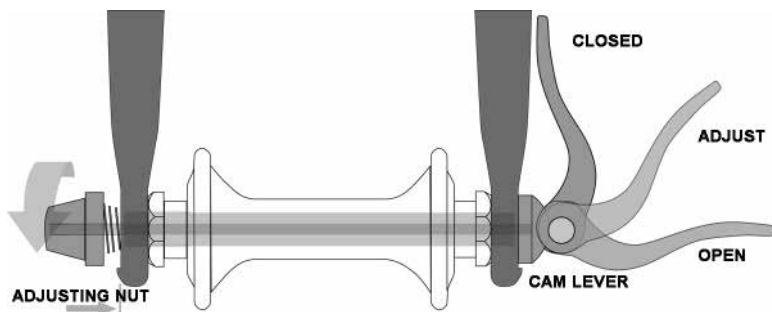
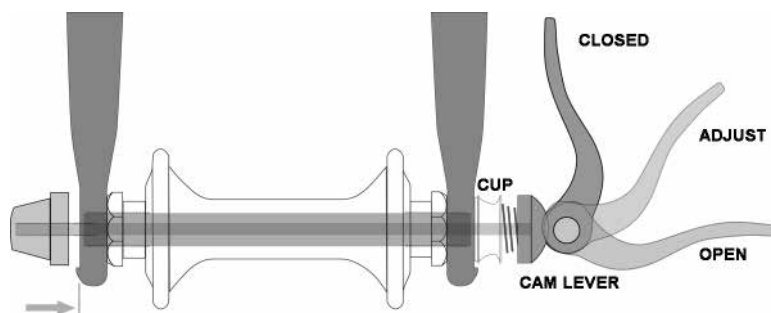

fig. 16
fig. 17
1. Un axe creux traversé par un arbre (« de serrage »), lequel axe comporte un écrou de tension réglable à une extrémité et une came décentrée à l'autre (fig. 16, 17)
Il existe actuellement deux types de mécanismes de rétention de roues à came décentrée : la came décentrée traditionnelle (fig. 16) et le système à came et coupelle (fig. 17). Tous deux se servent du mouvement de la came décentrée pour serrer la roue du vélo en place.
Réglage du Mécanisme à Came et Coupelle (fig. 17)
(1) Si votre vélo est équipé d'un dispositif de rétention de roue avant à action de came, déplacez le levier de came de la position verrouillée ou FERMÉE à la position OUVÈTE (fig. 16, 17). Si votre vélo est équipé d'un système de rétention de roue avant à boulon traversant ou boulonné, desserrez l'attache ou les attaches de quelques tours dans le sens antihoraire à l'aide d'une clé appropriée, d'une clé de verrouillage ou du levier intégré.
(2) Si votre fourche avant est équipée d'un dispositif secondaire de rétention de type clipsable, dégagez-le. Si votre fourche avant est équipée d'un dispositif secondaire de rétention intégré et d'un système à action de came traditionnel (fig. 16), desserrez l'écrou de réglage de tension suffisamment pour pouvoir retirer la roue des pattes. Si votre roue avant utilise un système à came et coupelle, (fig. 17) serrez la coupelle et le levier de came ensemble tout en retirant la roue. Il n'est pas nécessaire de faire tourner une pièce quelconque avec le système à came et coupelle.
(1) Si votre vélo est équipé d'un système de rétention de roue avant à action de came, déplacez le levier de came de manière à ce qu'il s'éloigne de la roue (fig. 17). C'est la position OUVÈTE. Si votre vélo est équipé d'un système de rétention de roue avant à boulon traversant ou boulonné, passez à l'étape suivante.
(2) La fourche de direction étant orientée vers l'avant, insérez la roue entre les fourreaux de fourche de manière à ce que l'essieu repose fermement sur le haut des pattes de la fourche. Le levier de came, s'il y en a un, doit se trouver sur le côté gauche du vélo (fig. 16, 17). Si votre vélo est équipé d'un dispositif secondaire de rétention de type clipsable, activez-le.
(3) Si vous disposez d'un mécanisme d'actionnement à came traditionnel : en maintenant le levier de came en position RÉGLAGE de la main droite, serrez l'écrou de réglage de tension de la main gauche jusqu'à ce qu'il soit serré contre la patte de la fourche (fig. 16). Si vous avez un système à came et coupelle : l'écrou et la coupelle (fig. 17) doivent être enclenchés dans la zone en retrait des pattes de la fourche et aucun réglage ne devrait être nécessaire.
(4) Tout en poussant fermement la roue jusqu'au sommet des fentes des pattes de la fourche et en centrant la jante de la roue dans la fourche.
(a) Avec un système à action de came, déplacez le levier de came vers le haut et faites-le pivoter vers la position FERMÉE (fig. 16, 17). Le levier devrait maintenant être parallèle au fourreau de fourche et courbé vers
Certains vélos sont équipés d'un liant de tige de selle à action de came. Le liant de tige de selle à action de came fonctionne exactement comme l'attache de roue à action de came traditionnelle (6.A). Bien que le liant à action de came ressemble à un long boulon ayant un levier à une extrémité et un écrou à l'autre, il se sert d'une action de came décentrée pour serrer fermement la tige de selle (fig. 16).